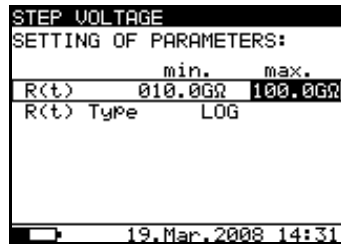

Bild 27. Einstellmenü für das $R(t)$ -Diagramm
- Drücken Sie die Taste **SELECT**, um die Parameter für **Graph R(t)** einzustellen, siehe **Bild 27**. Drücken Sie die Taste **ESC**, um zum Grund-Einstellmenü in der Funktion **Step Voltage** (Stufenspannung) zurückzukehren.